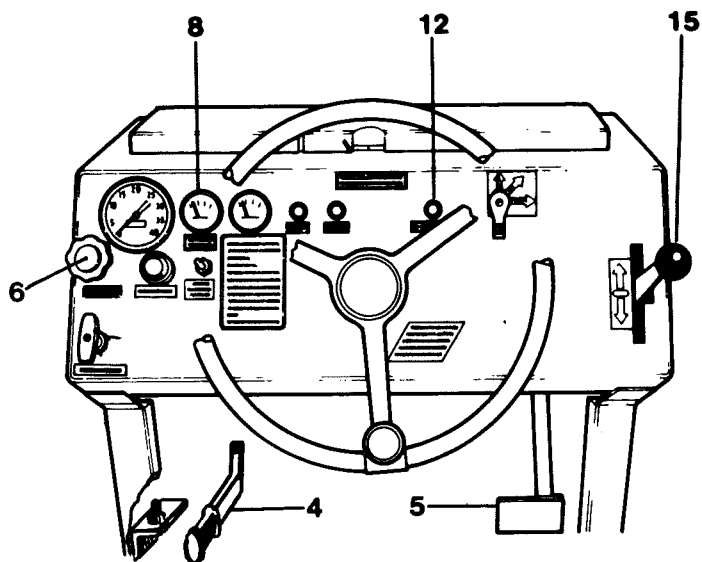

Fig. 17
- 4 Allentare il freno di stazioneamento (2) portando la leva in avanti e verso il basso. La spia luminosa del freno di stazioneamento (12), fig. 17, si deve spegnere.
- 5 Portare il comando della marcia avanti e retromarcia (15) verso la posizione desiderata. Regolare la velocità con il comando. Impostando il comando nella posizione NEUTRA, il rullo compressore si ferma.
- 7 Accertarsi del funzionamento del freno a pedale (5). (Vedere le istruzioni per la manutenzione).